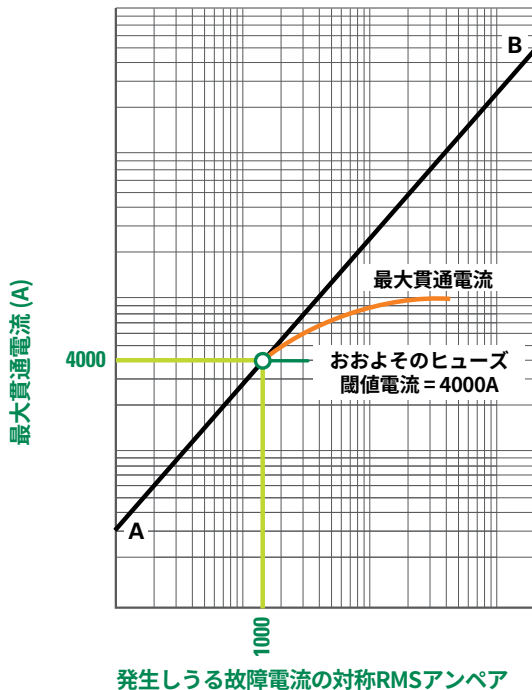

図 19 - 最大貫通電流チャートからの閾値電流決定
**閾値電流** – 所与のヒューズサイズとタイプにおいてヒューズが電流制限となる最小電流。装置が最初の 1/4 周期 (電気角 90度) 以内に遮断し始め、1/2 周期 (電気角 180度) 以内に遮断するとき発生する対称実効電流の最小値です。おおよその閾値電流は、ヒューズの最大貫通電流チャートから判断できます。(図 19を参照)